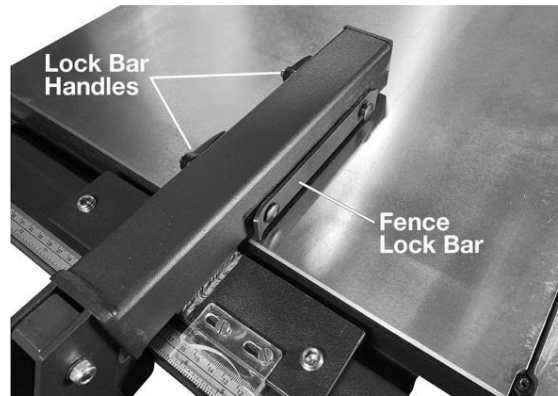

Рис. 26
3. Ослабьте фиксатор планки упора, повернув ручки фиксатора планки (см. рис.26)